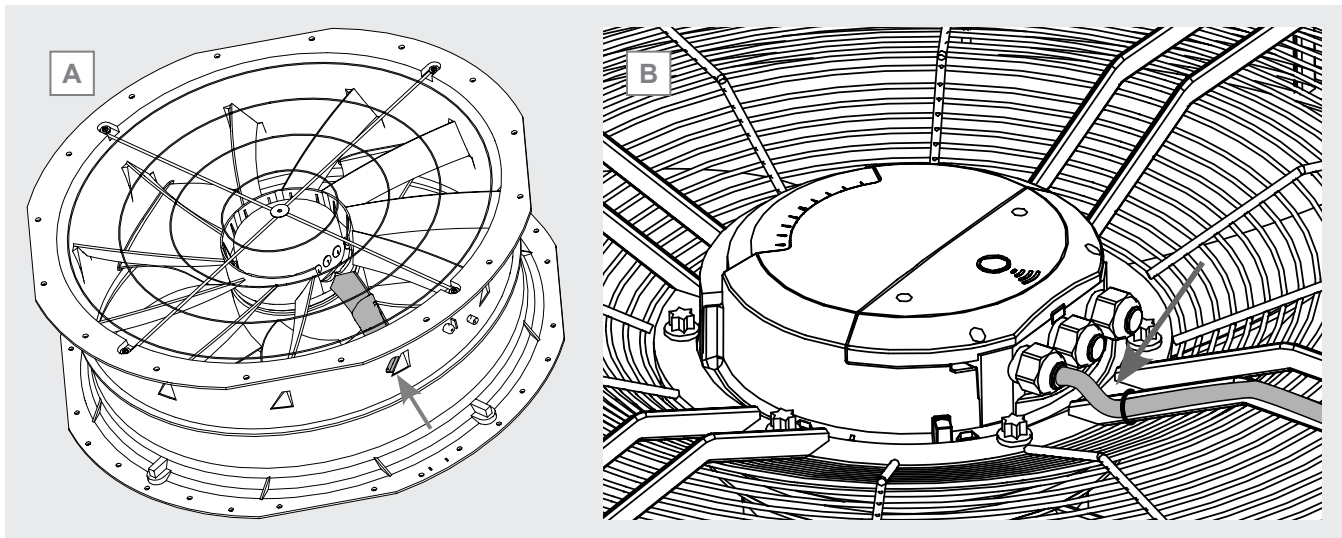

Figura 6
- 2.20 Fije el cable de alimentación con abrazaderas eléctricas a la rejilla (motoventilador radial o planar) o a la guía de cables (motoventilador con cubierta del ventilador integrada). Véase la Figura 6 A.
- 2.21 El cable que entra en el prensaestopas de la caja eléctrica debe fijarse de manera que forme una U. Véase la Figura 6 B.